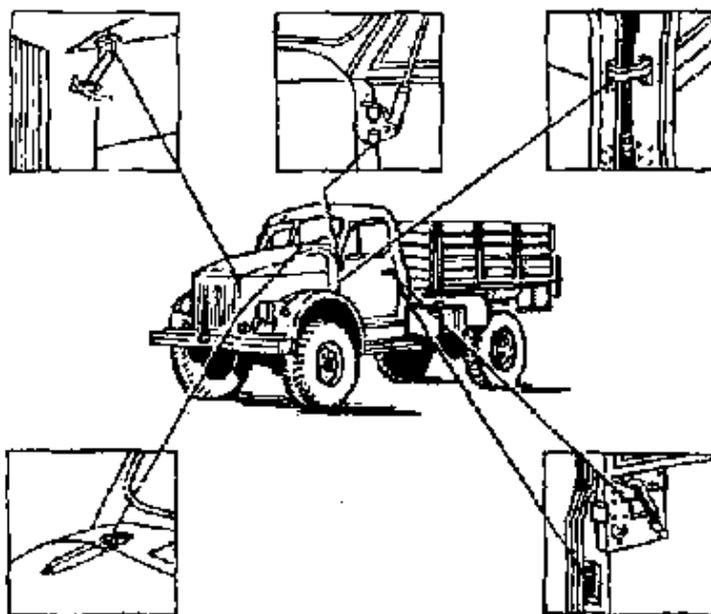

Рис. 25. Узлы кабины и капота, смазываемые маслом для двигателя.
- 37 Смазать петли, замки и шарниры кабины и капота (рис. 25) маслом, применяемым для двигателя.